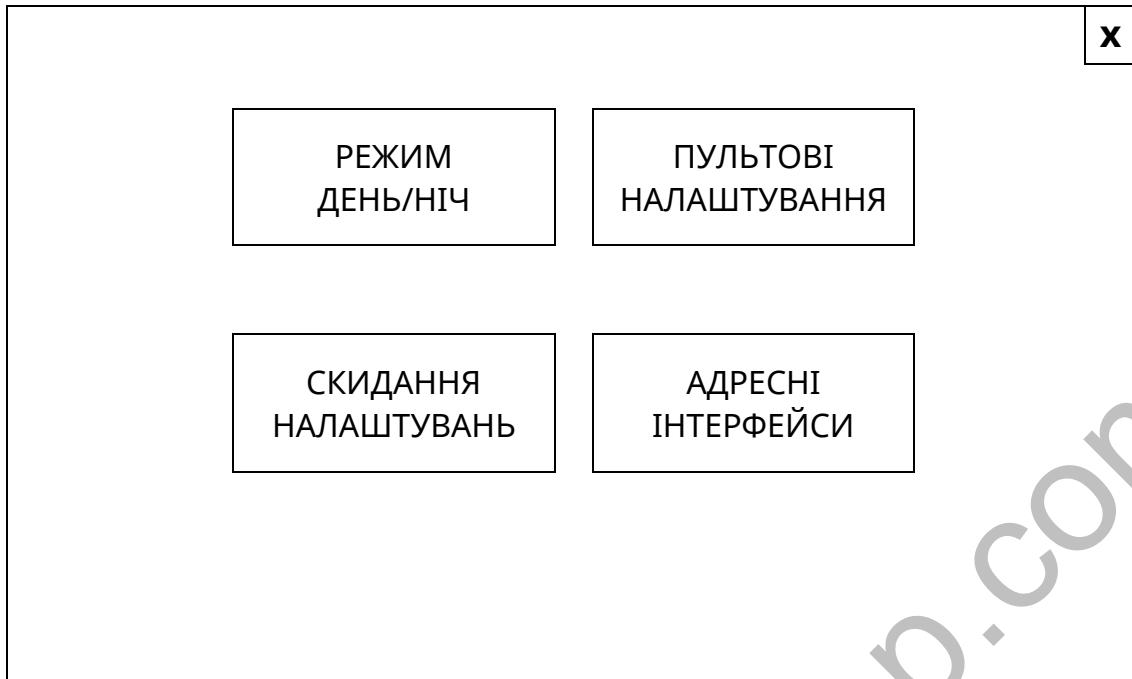

Рисунок 10.10.1 - Вікно меню «СИСТЕМНІ НАЛАШТУВАННЯ»
10.10.1 Якщо доторкнутися до кнопки [СИСТЕМНІ НАЛАШТУВАННЯ], відкривається вікно (рис. 10.10.1) в якому знаходяться кнопки [ПУЛЬТОВІ НАЛАШТУВАННЯ], [СКИДАННЯ НАЛАШТУВАНЬ], [РЕЖИМ ДЕНЬ/НІЧ], [АДРЕСНІ ІНТЕРФЕЙСИ]. Опис застосування кнопок наведений нижче.